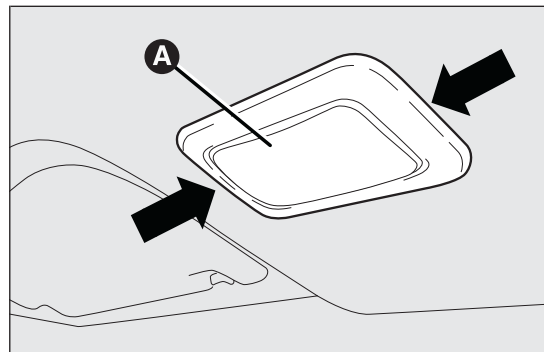

fig. 148
- ❑ extraer el plafón A fig. 148 interviniendo en los puntos indicados por las flechas;